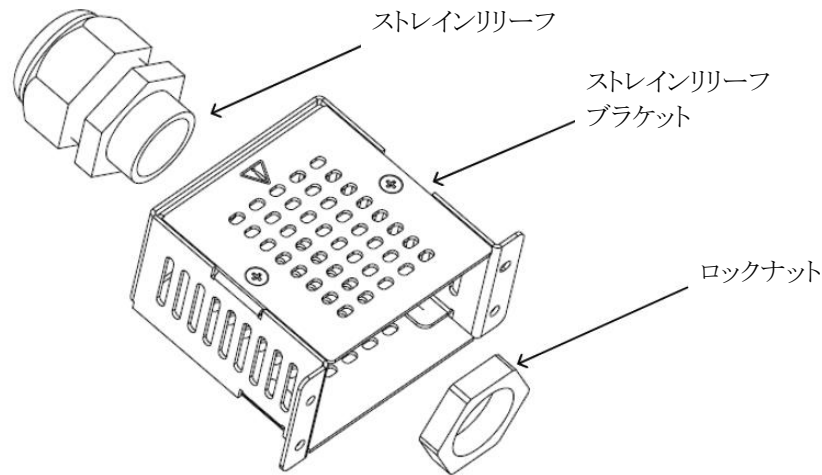

図4-14 ストレインリリーフブラケットへのストレインリリーフ及びロックナット取り付け方法 (G7.5kW)
2. 図4-14に示すようにストレインリリーフをストレインリリーフブラケットに挿入してください。その後ロックナットをストレインリリーフブラケットの内部で締めてください。このときの締め付けトルクは手で調節ください。ストレインリリーフ、ストレインリリーフブラケット、ロックナットは製品に同封されています。